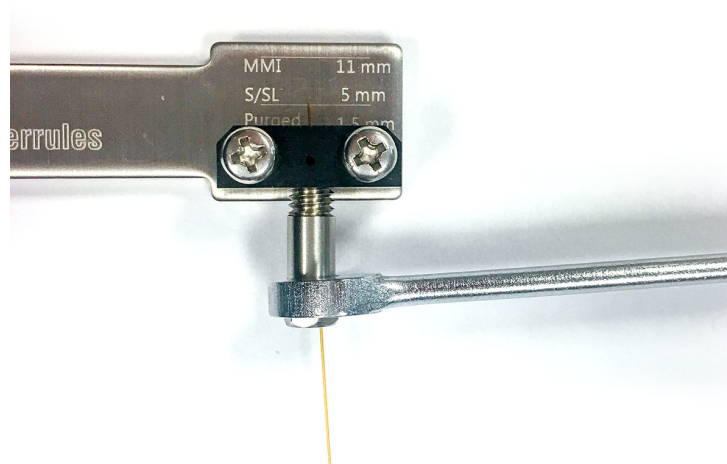

Figura 16. Apriete la tuerca de columna
- c** Compruebe si la férrula se está agarrando a la columna. En caso afirmativo, pare. De lo contrario, siga apretando la tuerca de columna en pequeños incrementos de 5 a 15 grados. Después de cada incremento, compruebe si la férrula se está agarrando a la columna. Pare en cuanto se produzca el agarre. Vea la **Figura 16**.